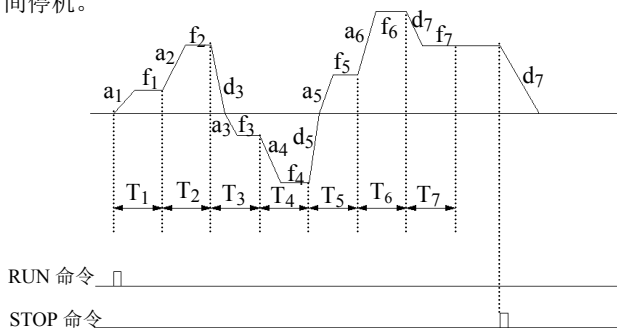

图 6-23 PLC 单循环后保持方式
**2：单循环后保持最终值。**如图 6-23，变频器完成一个循环后自动保持最后一段的运行频率、方向运行，直到有停机命令输入，变频器以设定的减速时间停机。